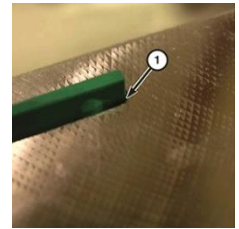

Fig 11: Cooler Retention Seals
39. Ensure the six cooler retention seals are still assembled in lid (Fig 11).
39. S'assurer que les 6 joints de retenue du refroidisseur sont toujours montés dans le couvercle (Fig. 11).